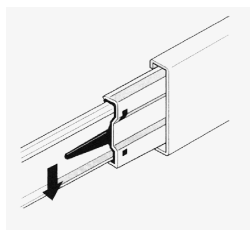
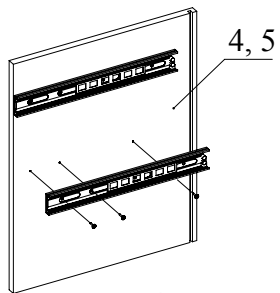

Рис.3
Рис.4
2. Отсоедините от основания телескопических направляющих внутренние планки, отогнув пластиковый рычажок фиксатора (Рис. 3). Основания телескопических направляющих закрепите на деталях 4, 5 винтами М5х8 (Рис. 4). **!!!** Приложите телескопическую часть отверстиями к отверстиям на боковине тумбы, чтобы они были отцентрованы относительно друг друга. Вкрутите винты М5х8 с помощью шуруповерта, приложив немного усилий. **Внимание:** винт М5х8 должен заходить с натягом для максимально плотной фиксации телескопических направляющих.